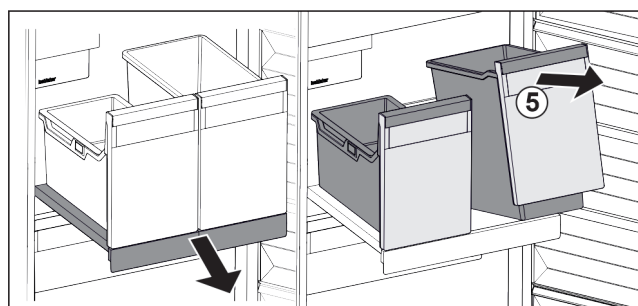

Fig. 22
- ▶ Unieść pojemnik Fig. 22 (5) z przodu.